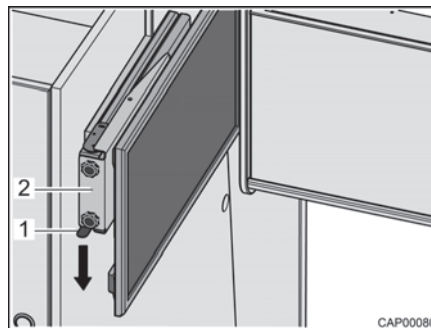

Fig. 69 Extension avec écran plat
- Presser le ressort à cran d'arrêt (Fig. 69,1) vers le bas et extraire l'extension (Fig. 69,2) avec l'écran plat à l'horizontale en direction du centre du véhicule.
- Pousser l'extension (Fig. 69,2) avec l'écran plat à l'horizontale jusqu'en butée. Le ressort à cran d'arrêt (Fig. 69,1) s'enclenche de manière audible.